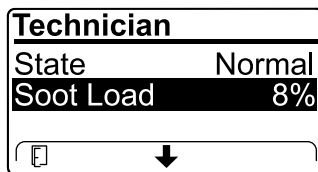

Figura 35
- Vea la carga de hollín que se mide como porcentaje de hollín en el DPF (Figura 35); consulte la tabla de carga de hollín.